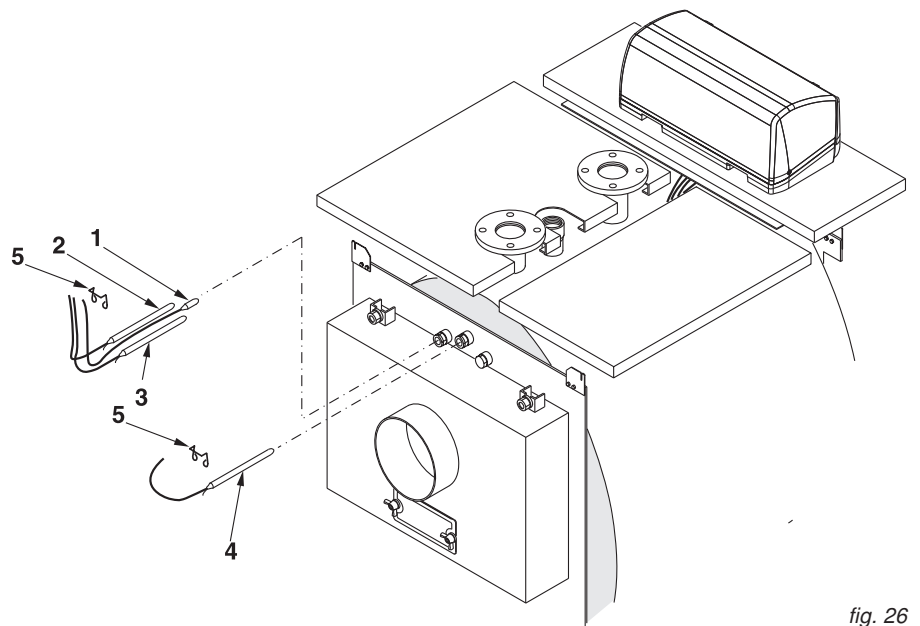

fig. 26
- F) Inserire nelle guaine i bulbi degli strumenti come indicato in fig. 26 ed eseguire il collegamento elettrico del pannello comandi alla linea di alimentazione, al bruciatore ed alle eventuali pompe, etc.